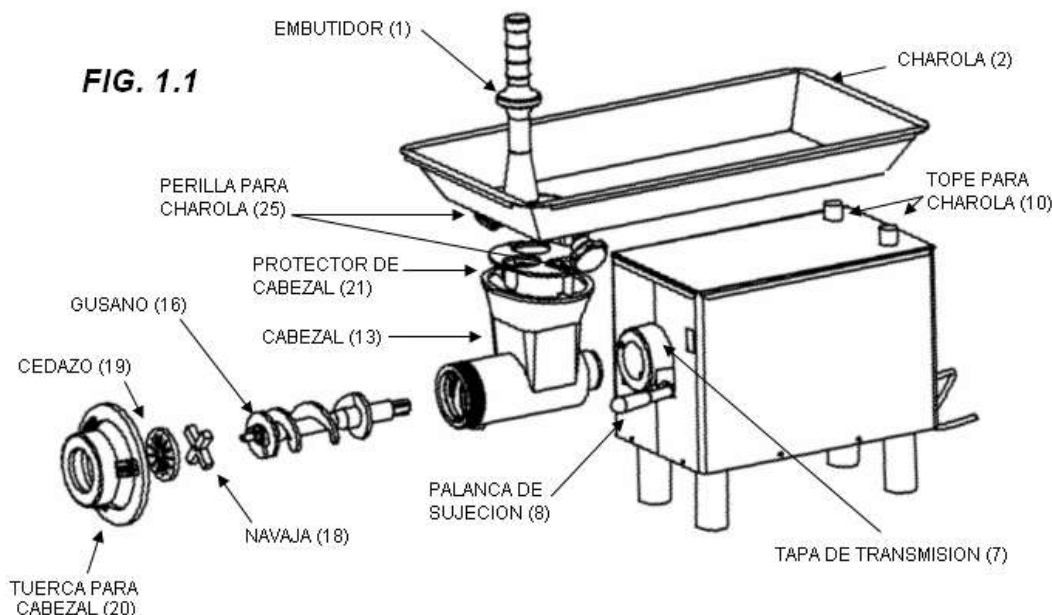

FIG. 1.2
- A. COLOQUE LAS 4 PATAS DE NIVELACION (4) EN LA PARTE INFERIOR DE LA BASE DEL MOLINO.
- B. quite la TUERCA(20) DEL CABEZAL GIRANDOLA EN SENTIDO CONTRARIO A LAS MANECILLAS DEL RELOJ, SAQUE EL CEDAZO(19), LA NAVAJA(18) Y EL GUSANO(16) COMO LO INDICA LA FIG. 1.1. GIRE LA PALANCA SUJECION DEL CABEZAL (8) HACIA ARRIBA COMO LO MUESTRA LA FIG. 1.2 PARA PODER RETIRARLO.
- D. LUBRIQUE NAVAJA, CEDAZO Y LA PARTE TRASERA DEL CABEZAL (13), QUE ENSAMBLA CON LA TAPA DE TRANSMISION (7), USE SU BOTE DE GRASA (24).
- E. INSERTE EL CABEZAL (13) HASTA TOPAR CON LA TAPA DE TRANSMISIÓN (7) CONSIDERANDO LA POSICIÓN DE LA PALANCA DE SUJECION (8) “HASTA EL TOPE” COMO LO INDICA LA FIG. 1.2; BAJE LA PALANCA DE SUJECION (8) COMO LO INDICA LA FIG. 1.3, UTILICE LA FUERZA DE SUS MANOS SOLAMENTE.